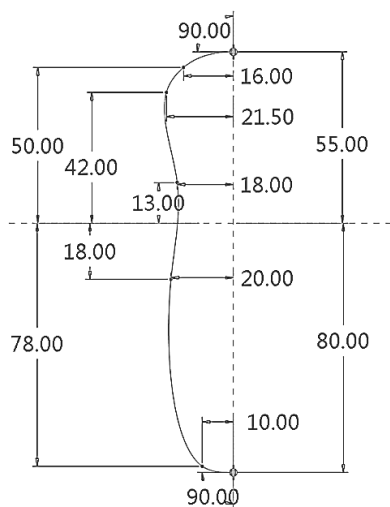

图 7-128 轮廓线“草绘 1”
(1) 单击  按钮, 选择绘图区中的 FRONT 基准面作为草绘平面, RIGHT 基准面作为参照平面, 参考方向为右。单击【草绘】进入草绘模式。单击  进行 FRONT 基准面方向投影轮廓线草绘 1 的绘制, 注意样条曲线上下端点与中心线成 90° 角, 如图 7-128 所示。